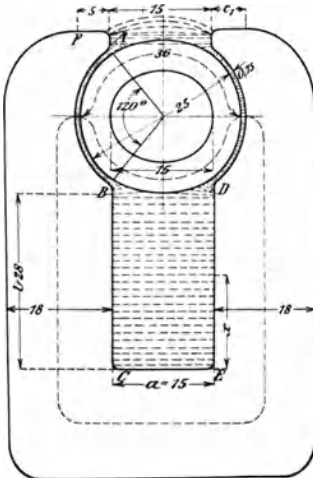

Fig. 48.
156. Es ist die Ampèrewindungszahl der nebenstehenden Dynamo (Fig. 48) zu berechnen unter der Voraussetzung, daß der Anker 20 [25] (16) cm lang ist und von $1,7 \cdot 10^6$ [$2,8 \cdot 10^6$] ($1,6 \cdot 10^6$) Kraftlinien durchsetzt werden soll.